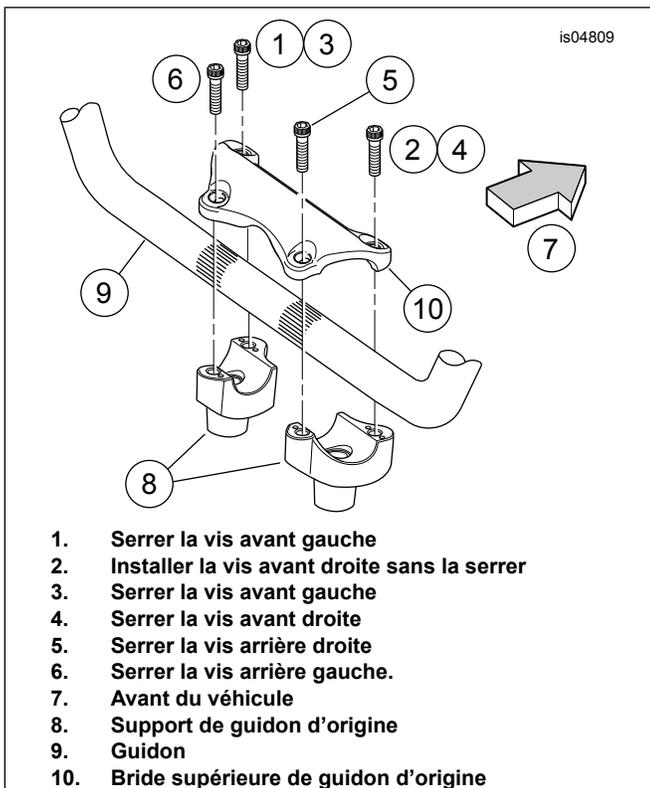

Figure 3. Séquence de serrage des vis de la bride de guidon
3. Voir Figure 3. Visser sans serrer complètement les deux vis de bride supérieure avant seulement, dans l'ordre suivant :
- a. D'abord, installer la vis avant gauche (1).
- b. Visser ensuite la vis avant droite (2).
11. Voir Figure 3. Serrer les vis de bride supérieure du guidon comme suit :
- a. Serrer la vis avant gauche (1) jusqu'à ce que le côté gauche de la bride de guidon entre en contact avec l'avant du support de guidon gauche.
- b. Serrer la vis avant droite (2) jusqu'à ce que le côté droit de la bride de guidon entre en contact avec l'avant du côté droit du support de guidon.
- c. Serrer la vis avant gauche (3) à un couple de 21,7–27,1 N·m (16–20 ft-lbs).
- d. Serrer la vis avant droite (4) à un couple de 21,7–27,1 N·m (16–20 ft-lbs).
- e. Serrer la vis arrière droite (5) à un couple de 21,7–27,1 N·m (16–20 ft-lbs).
- f. Serrer la vis arrière gauche (6) à un couple de 21,7–27,1 N·m (16–20 ft-lbs).